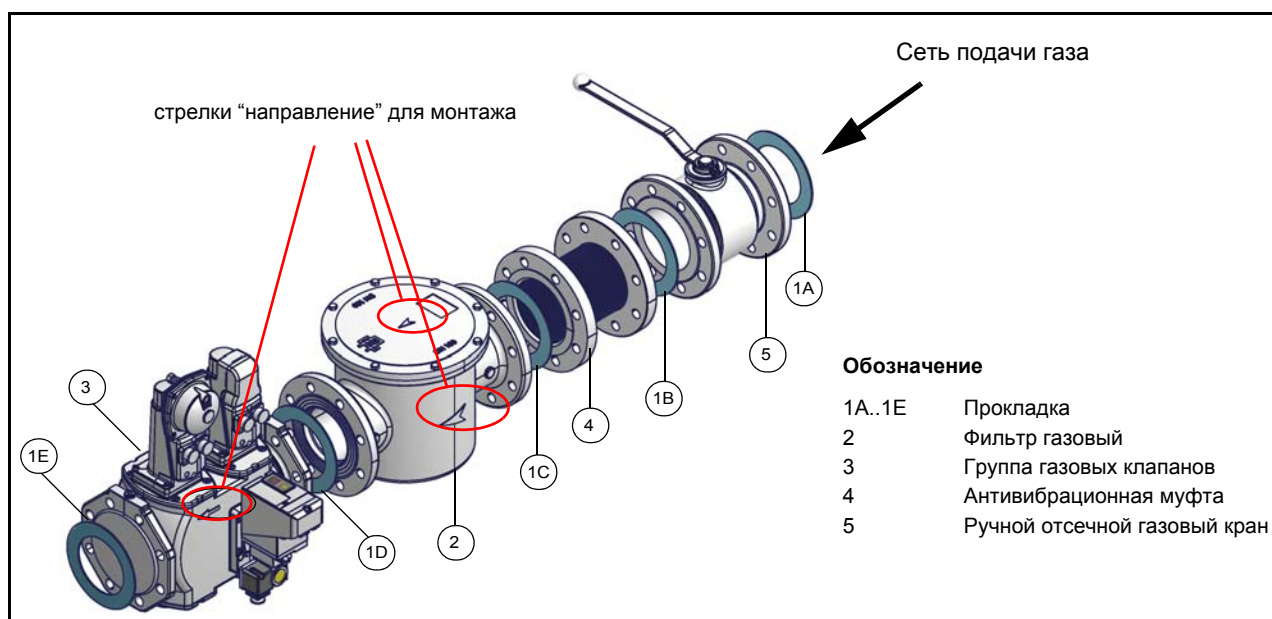

Рис. 6 - Пример газовой ramпы
- 1 - б) при фланцевых соединениях: между соседними компонентами устанавливать прокладку (1A..1E - Рис. 6), совместимую с используемым газом,
ВНИМАНИЕ: после монтажа газовой ramпы согласно схеме на Рис. 6, необходимо провести тестирование на герметичность газового контура, согласно требований действующих нормативов.